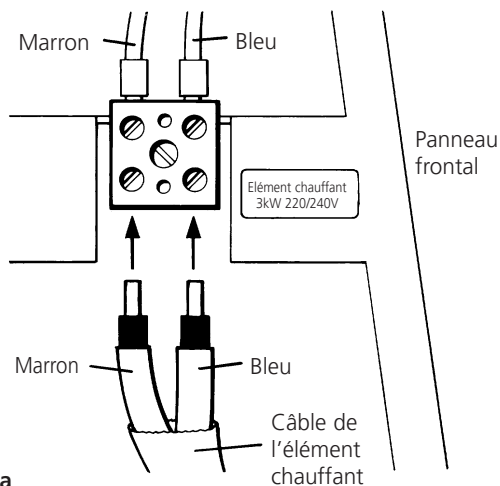

Figure 3a
6. Brancher les câbles de l'élément chauffant selon la **figure 3a**.
Voir **figure 3a** et **3b** pour la connexion du câble électrique.